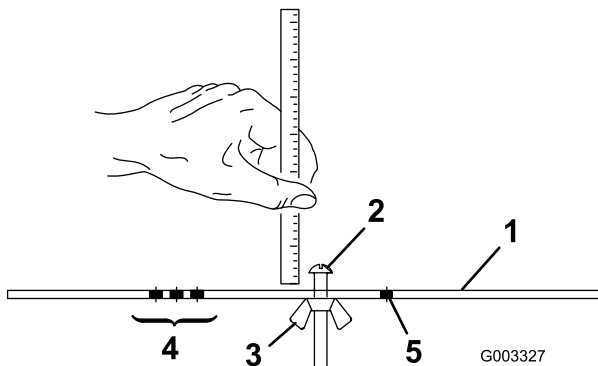

Figura 16
2. Desaperte a porca da barra indicadora (Figura 16) e regule o parafuso de ajuste para a altura de corte desejada. A distância entre a parte inferior da cabeça do parafuso e a face da barra indicadora é a altura de corte.